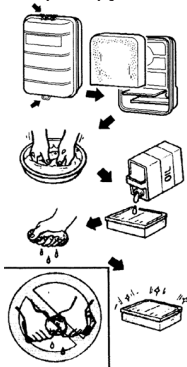

Рис. 24
3) ПОВІТРЯНИЙ ФІЛЬТР (Рис.24,25)